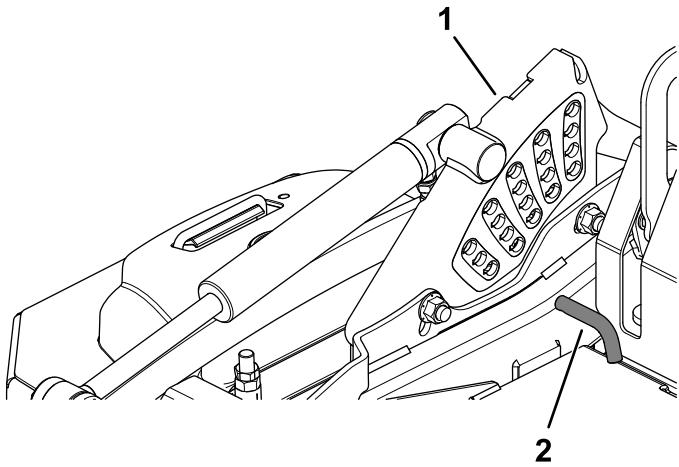

Figure 25
2. Tournez la goupille de hauteur de coupe jusqu'à ce que la goupille cylindrique située à l'intérieur soit en face des fentes dans les trous du support de hauteur de coupe, et retirez-la (Figure 25).
3. Insérez la goupille de hauteur de coupe dans le trou correspondant à la hauteur de coupe souhaitée (Figure 25).